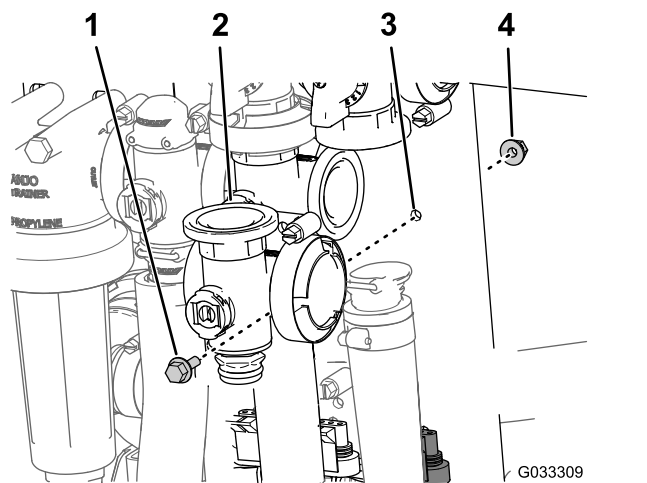

图67
3. 卸下将主喷洒臂阀固定至阀安装座的凸缘头螺栓和凸缘锁紧螺母，然后从机器中拆下阀歧管（图67）。